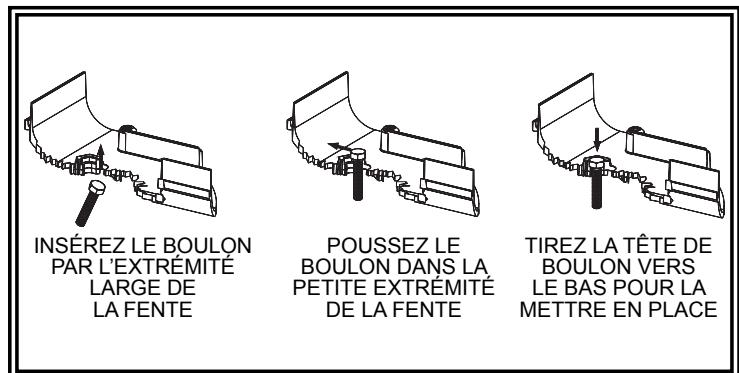

FIGURE 1
3. Placez les quatre (4) vis de fixation dans la partie inférieure de la base, tel qu'indiqué sur la figure 1. La base dispose d'un mécanisme permettant de maintenir les vis en place pour l'installation.